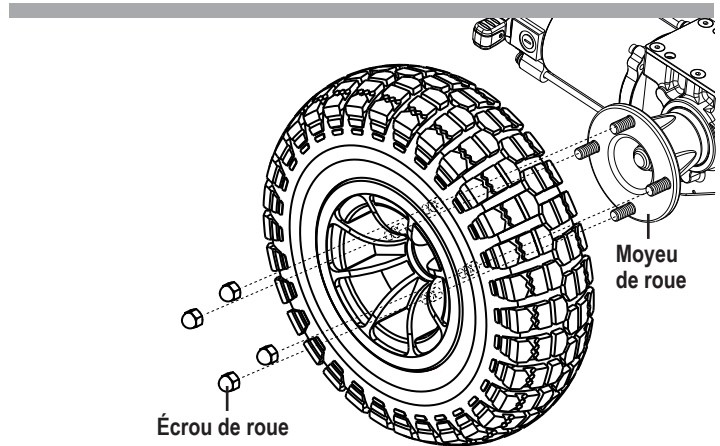

Figure 16. Roue motrice
4. Retirez les quatre (4) écrous de roue du moyeu. **Voir la figure 16.**